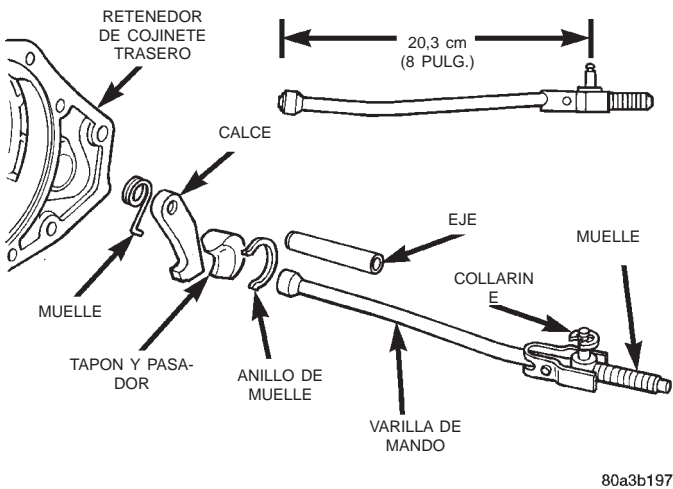

Fig. 34 Seguro de estacionamiento
(1) Eleve el vehículo y retire el eje propulsor.
(2) Retire el retenedor de cojinete trasero.
(3) Deslice el eje del calce para extraerlo del retenedor de cojinete trasero y retire el calce y el muelle (Fig. 34).
(4) Retire el anillo de muelle y deslice el conjunto del pasador y el tapón de reacción para extraerlo de la cubierta del retenedor.
(5) Si es necesario efectuar el servicio de la varilla de estacionamiento, se deberá retirar el cuerpo de válvulas.
(2) Inspeccione la orejeta cuadrada del calce para verificar posibles roturas en los bordes. Verifique si las orejetas del engranaje de estacionamiento están dañadas. Verifique si el pomo del extremo de la varilla de mando está desgastado o está atascado en la varilla. Reemplace la varilla si estuviera curvada, si el pomo está desgastado/con acanaladuras o si está atascado en la varilla. Reemplace el engranaje de estacionamiento si las orejetas están dañadas. Cambie la varilla de estacionamiento si observa que la varilla no tiene la longitud correcta.
(3) Instale el conjunto del pasador y el tapón de reacción en la cubierta y asegúrelos con un anillo de muelle nuevo (Fig. 34).
(4) Emplace el calce y el muelle en la cubierta e inserte el eje del calce. Asegúrese de que la orejeta cuadrada del calce quede orientada hacia el engranaje de estacionamiento. Verifique también que el muelle quede emplazado de modo que separe al calce del engranaje.
(5) Instale el retenedor de cojinete trasero.
(6) Instale el eje propulsor y baje el vehículo.
(7) Verifique el nivel de líquido de la transmisión. Agregue líquido si fuese necesario.